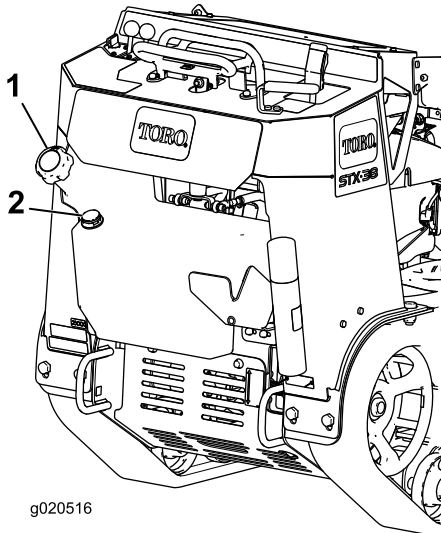

Figura 17
3. Pulite l'area attorno al tappo del serbatoio del carburante e rimuovetela (Figura 17).